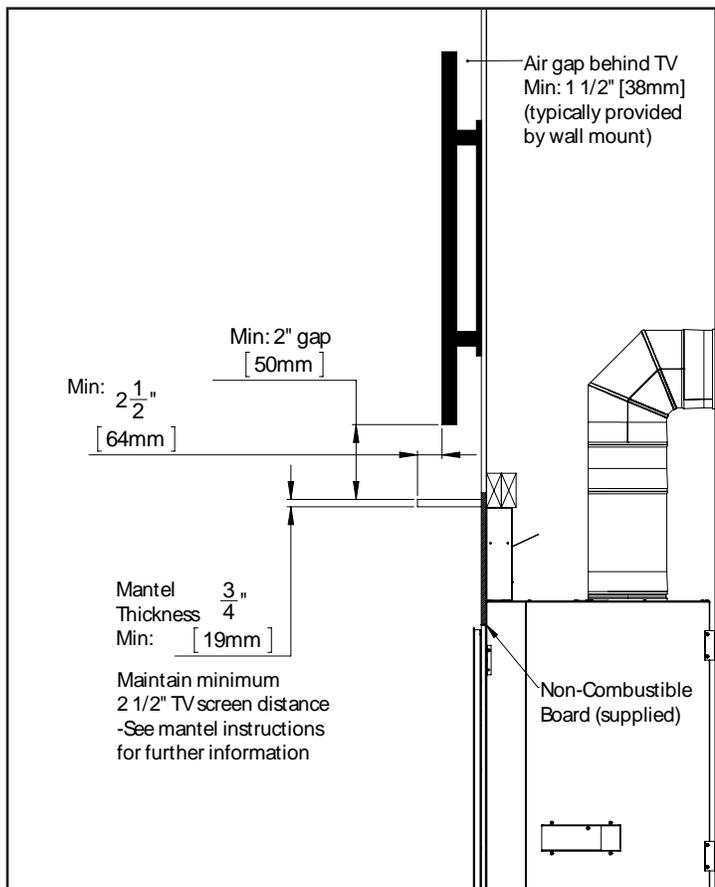

Figure 54. Installation Minimale de la Télévision
**Installation du manteau uniquement:** Toujours conserver les dégagements minimum (voir Figure 54). La profondeur totale du téléviseur et du support mural déterminera la profondeur minimale admissible du manteau. Ceci est requis pour les installations standard et fortement recommandé pour les installations CSS.